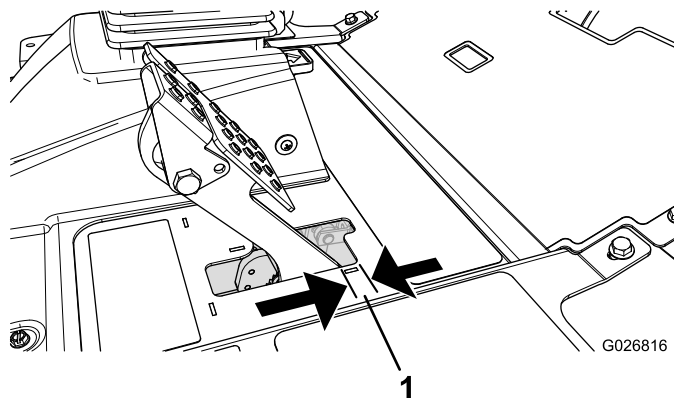

Figura 86
Regolate i freni se il pedale ha un "gioco" superiore a 2,5 cm o quando è necessaria maggiore forza di tenuta (Figura 86). Per gioco s'intende la distanza che il pedale percorre prima che si avverta la resistenza della frenata.
2. Serrate il dado posteriore per spostare indietro il cavo, finché i pedali del freno non hanno un gioco compreso tra 0,63 e 1,27 cm, prima che la ruota si blocchi (Figura 86).